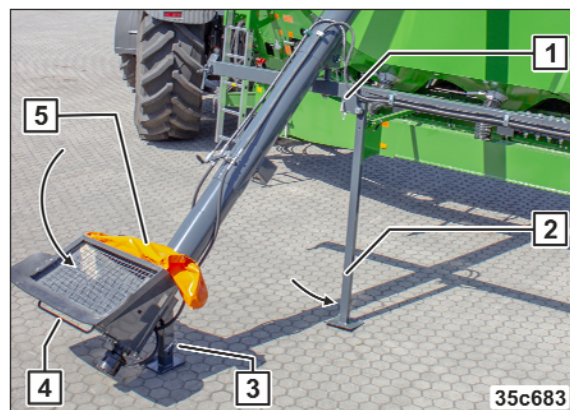

Fig. 247
4. Verriegelung (Fig. 247/1) lösen.
5. Stützfuss (Fig. 247/2) nach unten schwenken und verriegeln.
6. Stützfuss (Fig. 247/3) nach unten schwenken und verriegeln.
7. Befüllschnecke am Griff (Fig. 247/4) in Arbeitsposition schwenken.
8. Trichterplane (Fig. 247/5) öffnen.
13. Trichterplane schließen (siehe Fig. 247/5).
14. Stützfuss nach oben schwenken und verriegeln (siehe Fig. 247/2).
15. Stützfuss nach oben schwenken und verriegeln (siehe Fig. 247/3).